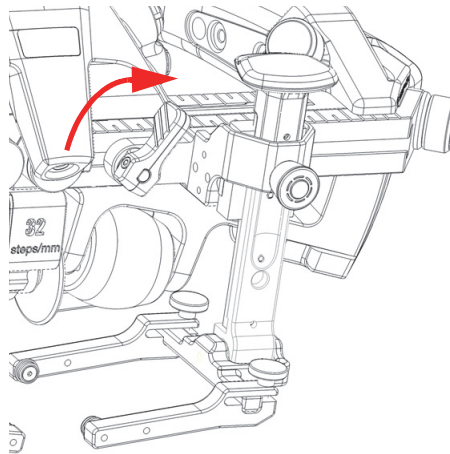

Abbildung 2-11 Positionshebel verriegelt
3. Drehen Sie den Positionshebel im Uhrzeigersinn, um den Sensorhalter zu arretieren (Abbildung 2-11 auf Seite 47).